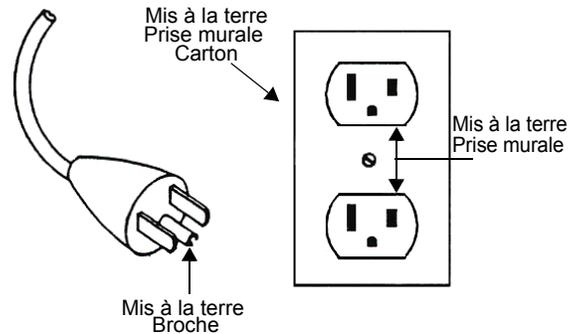

Figure 6 Prise de mise à la terre et prise murale
- ❑ Lorsque ce produit est configuré pour fonctionner sur un circuit nominal de 120 V, il doit être utilisé avec une prise de terre semblable à la prise illustrée à la Figure 6.